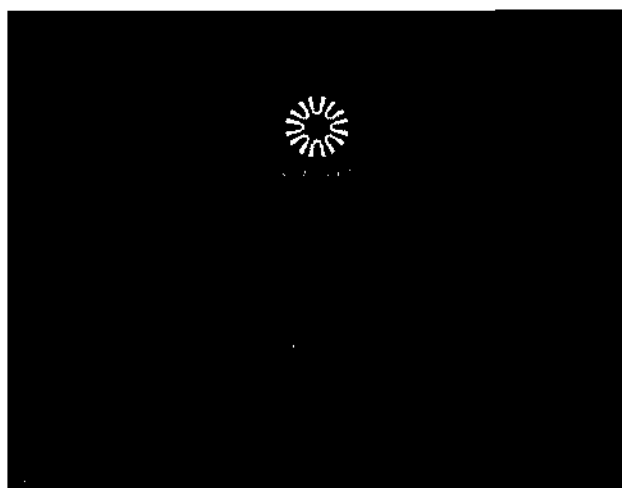

Рисунок 23
1. Нажмите «Shutdown» (Выключить) в строке меню в левом нижнем углу экрана (рисунок 23).